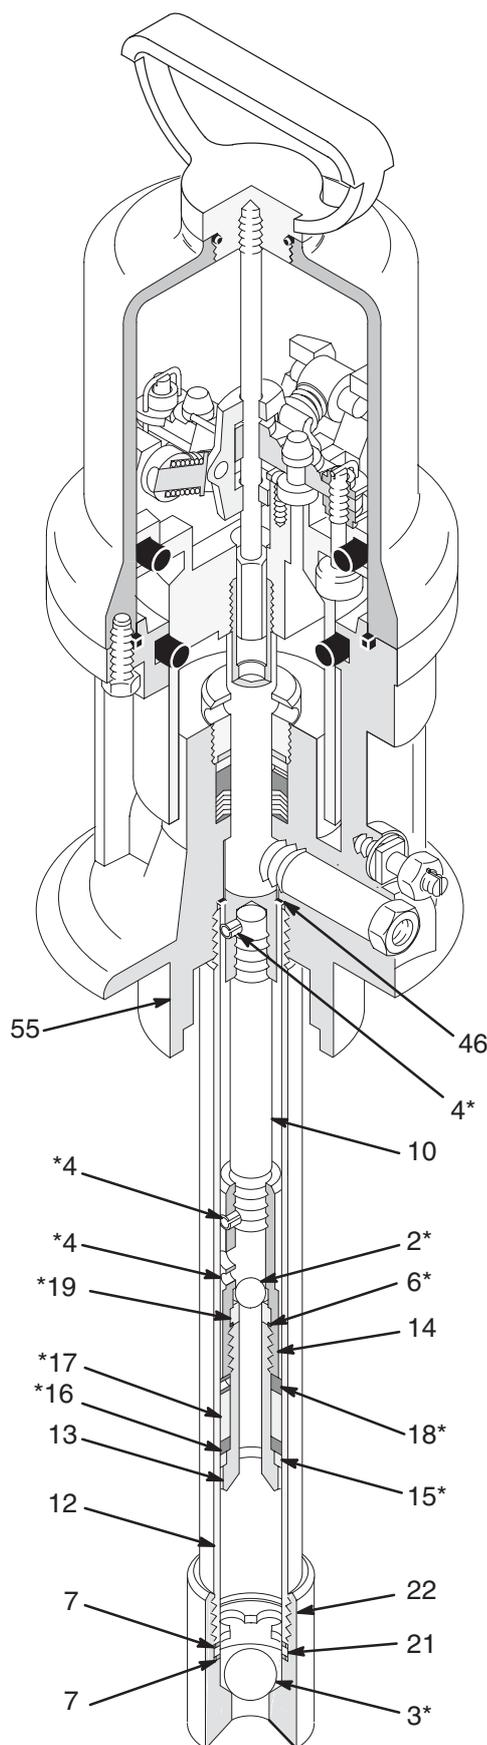

Fig. 5
3. Svitare il corpo della valvola di ammissione (22) dal tubo montante (12). Ved. Fig.5. Smontare la valvola di ammissione.
4. Pulire le parti, controllare che non siano usurate o danneggiate e sostituirle, se necessario. Se non è necessario procedere ad ulteriori operazioni di assistenza, riassembleare la valvola di ammissione, mettendo del materiale di tenuta sulle filettature dei maschi. Ved. Fig. 5.
5. Utilizzare un collare stringitubo per svitare il tubo montante (12) dalla base del motore (55). Verificare attentamente che la superficie interna del cilindro non presenti scalfitture o irregolarità sulla superficie liscia. Tali danni possono avere come conseguenza perdite e l'usura prematura delle guarnizioni. Se la parte è danneggiata, sostituirla.
6. Svitare il corpo dello stantuffo (13) dall'accoppiatore dello stantuffo stesso (14). Togliere la sfera (2\*), l'alloggiamento (19\*), la guarnizione (6\*), il cuscinetto (18\*), la guarnizione (17\*) e la guarnizione di tenuta (16). Non togliere il cuscinetto in ottone inserito a pressione (15\*). Ved. Fig.5.
**NOTA:** Se il cuscinetto in ottone inserito a pressione(15\*) deve essere sostituito, bloccarlo in una morsa e togliere il corpo dello stantuffo (13) con un martello di gomma. Il nuovo cuscinetto deve essere inserito nello stantuffo
7. Pulire e controllare le parti e sostituire quelle che sono usurate o danneggiate. Controllare bene la guarnizione in rame (46) situata nella base del motore (55). Lubrificare le parti con un olio leggero, impermeabile.
8. Installare la guarnizione di tenuta (16\*), la guarnizione (17\*), il cuscinetto (18\*), la guarnizione (6\*), l'alloggiamento (19\*) e la sfera (2\*) sul corpo dello stantuffo (13). L'alloggiamento della sfera di ritegno (19\*) può essere rovesciato, se necessario, per fornire un ulteriore alloggiamento. Avvitare il corpo dello stantuffo (13) nell'accoppiatore dello stantuffo (14).
9. Avvitare il tubo montante (12) nella base del motore (55).
10. Reinstallare la sfera (3\*), la guarnizione (7), il fermo della sfera (21) e l'altra guarnizione (7) nell'alloggiamento della valvola di ammissione (22). Avvitare l'alloggiamento nel tubo montante (12).